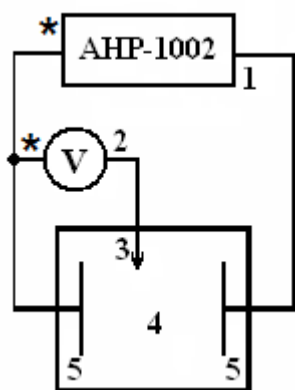

Рис. 1
1. Соберите электрическую цепь согласно рис. 1 (1 - генератор многофункциональный АНР-1002; 2 - вольтметр переменного тока; 3 - зонд для определения потенциала; 4 - электролитическая ванна; 5 - электроды).